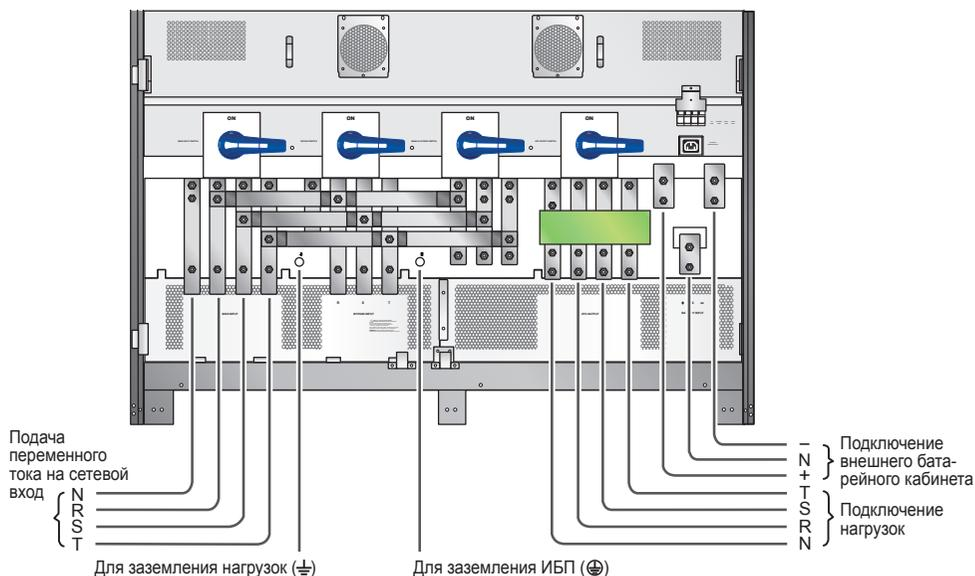

Рис. 5-13. Схема подключения в конфигурации с одним входом (одиночный ИБП)
- 7 Подключите кабели электросети переменного тока, нагрузки и внешнего батарейного кабинета к соответствующим зажимам ИБП. См. **Рис. 5-13** и раздел **5.5.3 Подключение внешнего батарейного кабинета Delta**.